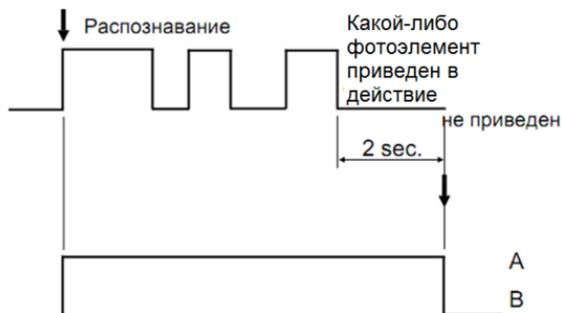

Рисунок 2.3 – Диаграмма работы отсекающих ворот:
При этом входные ворота закроются, а секторные откроются. Отсекающие ворота останутся открытыми до тех пор, пока будет находиться в активизированном состоянии любой из фотоэлементов (2). Когда корова покинула рабочую зону действия фотоэлементов и никакой фотоэлемент не включился (никакая другая корова не обнаружена) в течение двух секунд (3), входные ворота откроются, а отсекающие ворота закроются. Это показано на диаграмме (рис. 2.3). Фотоэлементы являются однотипными по отношению к фотоэлементам, используемым в системе VarioTandem.